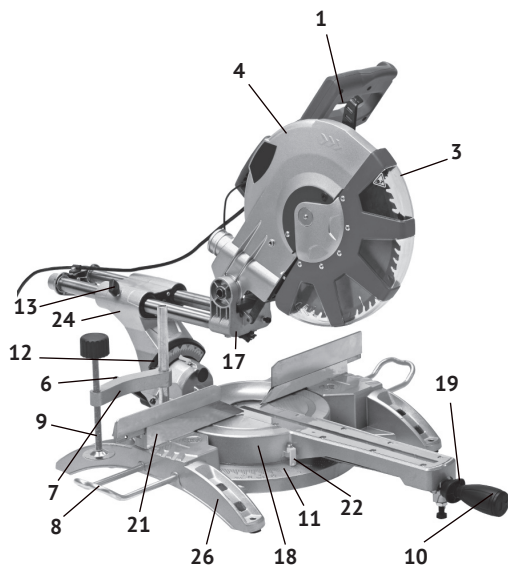
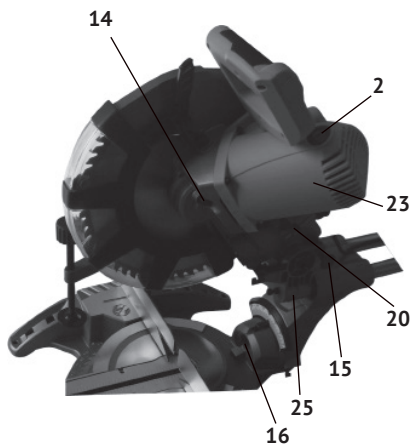
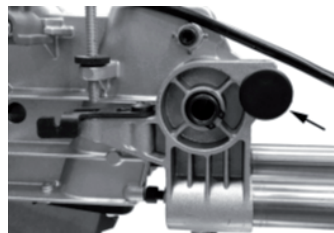
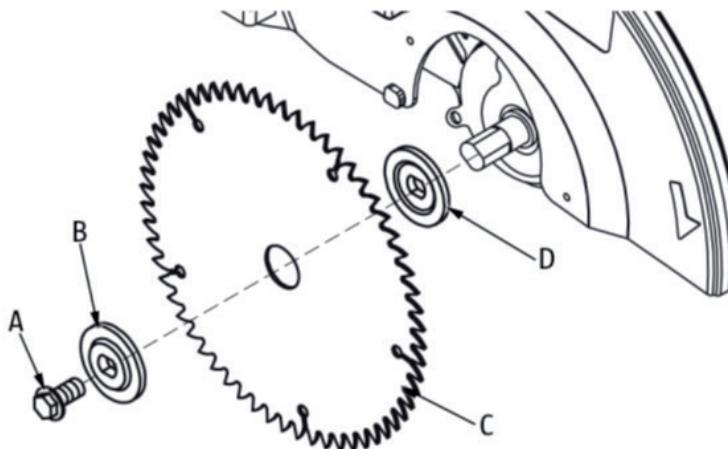

рис.1
рис.2
рис. 3
рис.4
1.1.2 Основным несущим узлом режущего блока пилы является металлический редуктор, выполненный заодно с верхним защитным кожухом диска (рис.1 поз.4). К редуктору крепится пластиковый корпус двигателя (рис.2 поз.23), с закреплённой на нём рукояткой. Вертикальное перемещение режущего блока для реза обеспечивает суппорт вертикального перемещения (рис.2 поз.25). Возвратная пружина на оси суппорта, возвращает режущий блок в исходное положение. Горизонтальное движение по направляющим (рис.2 поз.17) и отклонение (вправо/влево) от вертикальной оси обеспечивает суппорт наклона и горизонтального перемещения (рис.1 поз.24).
1.1.3 Рабочий стол (рис.1 поз.18), вместе с режущим блоком, имеет возможность смещения (вправо/влево) относительно основания (рис.1 поз.26) и параллельного упора (рис.1 поз.21), в который упирается обрабатываемая заготовка. Таким образом обеспечивается косой (от 0 до 45°) рез материала (брус, доска, планка и т.п.).
2. Вытянуть фиксатор (рис. 2 поз.15), указан стрелкой на рис.3.
- включение/выключение пилы осуществляется нажатием на клавишу выключателя (рис.1 поз.1).
4. Нажмите на фиксатор шпинделя (рис.2 поз.14), удерживая фиксатор
5. Удерживая фиксатор шпинделя (рис.2 поз.14), открутите центральный болт А (рис. 4)
6. После откручивания болта А (рис.4) с левой резьбой, снимите прижимной фланец В (рис.4) и пильный диск С (рис.4). При этом опорный фланец D (рис.4) должен оставаться на месте.
7. Очистите прижимной В (рис.4) и опорный D (рис.4) фланцы от продуктов распила перед монтажом нового диска.
- для установки угла поворота ослабьте фиксирующую рукоятку (рис.1 поз.10), и, надавливая на рычаг-фиксатор (рис.1 поз.19), установите необходимый угол распила. Затем надежно затяните фиксирующую рукоятку.
- для установки угла наклона необходимо ослабить фиксирующую рукоятку (рис.1 поз.6), установить необходимый угол распила и надёжно затянуть фиксирующую рукоятку.
- пила обладает возможностью продольного движения режущего блока в процессе распиливания по двум трубчатым направляющим (рис.2 поз.17).
- для осуществления возможности продольного движения режущего блока необходимо ослабить фиксатор (рис.1 поз.13).
- основание (рис.1 поз.26) пилы может быть закреплено четырьмя болтами на ровной и устойчивой поверхности. С этой целью основание пилы имеет четыре отверстия. Это обеспечит безопасность и предотвратит возможность травматизма;